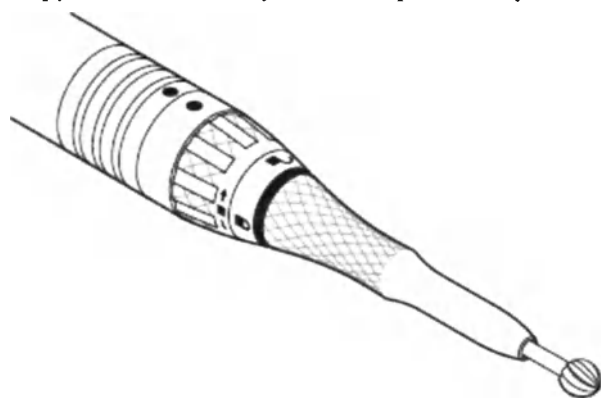

Рис. 1. Установка насадки или режущего инструмента
1. Надежно установить насадку или режущий инструмент на двигатель (рис. 1). См. инструкцию по эксплуатации, прилагаемую к насадке.